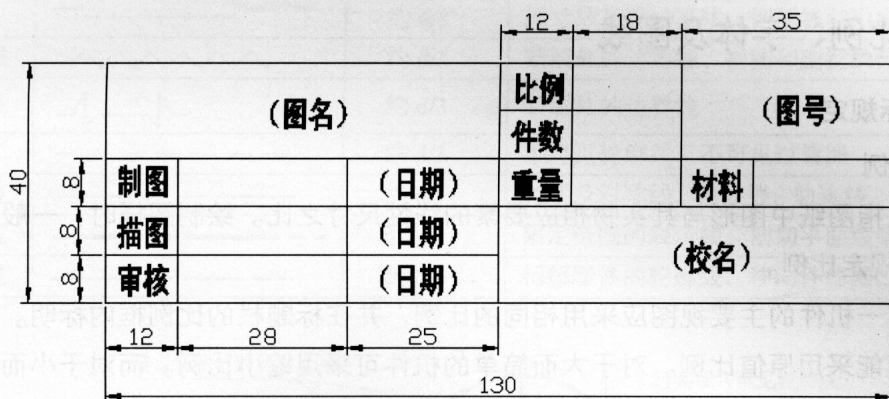

图 1-3 标题栏的格式
每张图样都必须有标题栏, 标题栏的格式和尺寸应符合 GB10609.1-1989 的规定, 如图 1-3 所示。标题栏的外边框是粗实线, 其右边和底边与图纸边框线重合, 其余是细实线绘制。标题栏中的文字方向为看图的方向。
(2) 按照图 1-3 所示的标题栏的格式, 完成标题栏的绘制, 并将其创建成块。